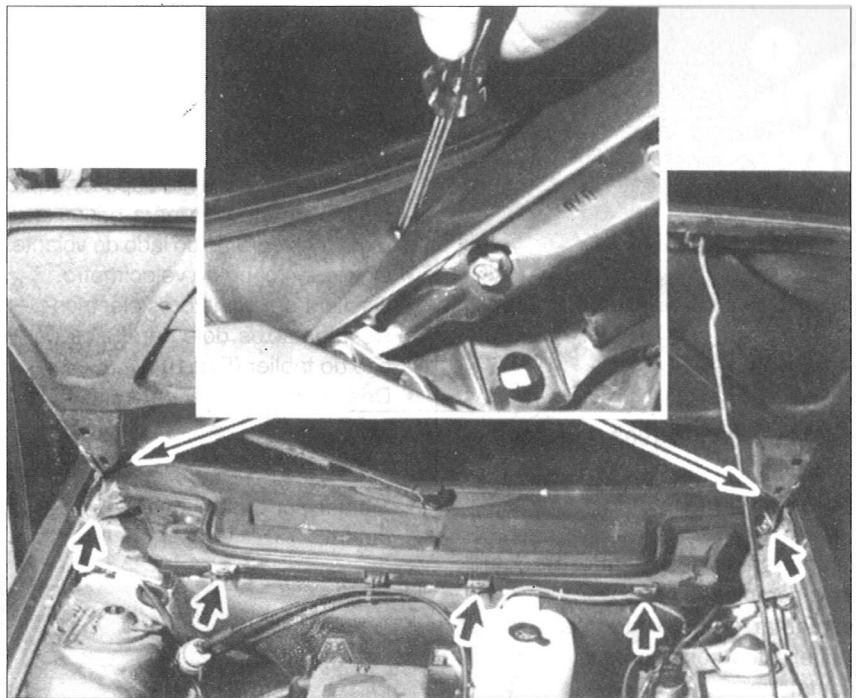

Fig. 96
- Desmontar a chapa de resguardo fixada por cinco parafusos (Fig. 96) e desligar o tubo do lava pára-brisas.